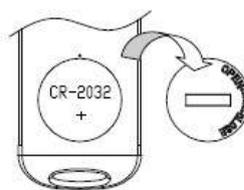

Figure 11
- 2) Rimuovere il tappo (Fig. 11)